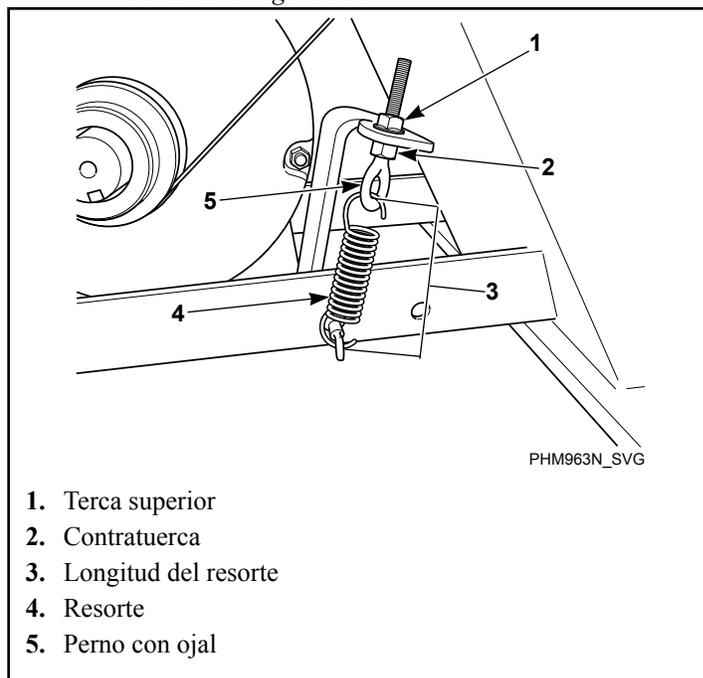

Figura 53
**NOTA: La polea de la cesta debe girarse tres (3) giros completos antes de evaluar la tensión de la correa después de cada ajuste.**
- **Medidor de frecuencia.** Apriete la tuerca con perno con ojal hasta que se obtenga la frecuencia correcta (consulte *Tabla 6*) de medio tramo. Apriete la contratuerca con el soporte de resorte a  $20.6 \pm 2$  pies-libra. Consulte la *Figura 53*.
- **Tensor.** Apriete la tuerca con perno con ojal hasta que se obtenga el calibre adecuado de la correa (consulte la *Tabla 6*) de medio tramo. Apriete la contratuerca con el soporte de resorte a  $20.6 \pm 2$  pies-libra. Consulte la *Figura 53*.
- **Longitud del resorte.** Apriete la tuerca superior del perno con ojal hasta que el resorte mida la distancia correcta entre los ganchos. Consultar la *Tabla 41*. Apriete la contratuerca con el soporte de resorte a  $20.6 \pm 2$  pies-libra. Consulte la *Figura 53*.
- **Mantenga la tensión durante la retirada de la correa** Si se logra la tensión adecuada, fije con cinta la contratuerca en su sitio y afloje la tuerca de cáncamo superior para soltar la correa. Vuelva a poner la correa y apriete de nuevo la tuerca de cáncamo superior hasta la posición de la contratuerca. Consulte *Figura 53*.